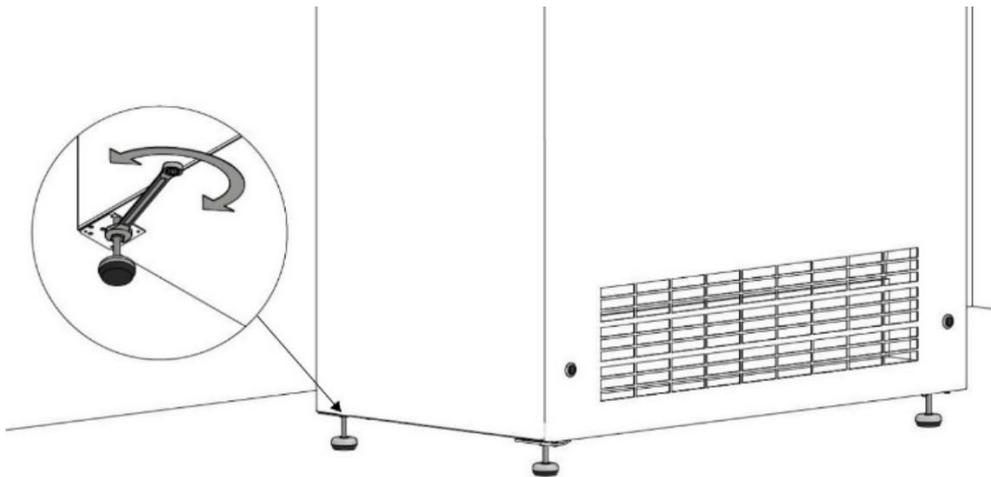

Abbildung 27: Stellen Sie die FüÙe so ein, dass das Gerät waagrecht steht
3. Stellen Sie die FüÙe so ein, dass das Gerät waagrecht steht, siehe Abbildung 27 unten.